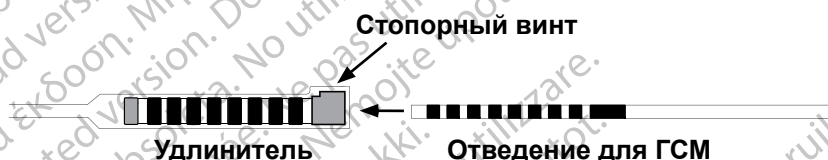

Рисунок 29. Отведение для ГСМ и разъем удлинителя отведения
1. Убедитесь, что стопорный винт не ограничивает входное отверстие разъема удлинителя отведения, открутив стопорный винт на один или два оборота с помощью динамометрического ключа (Рисунок 29).